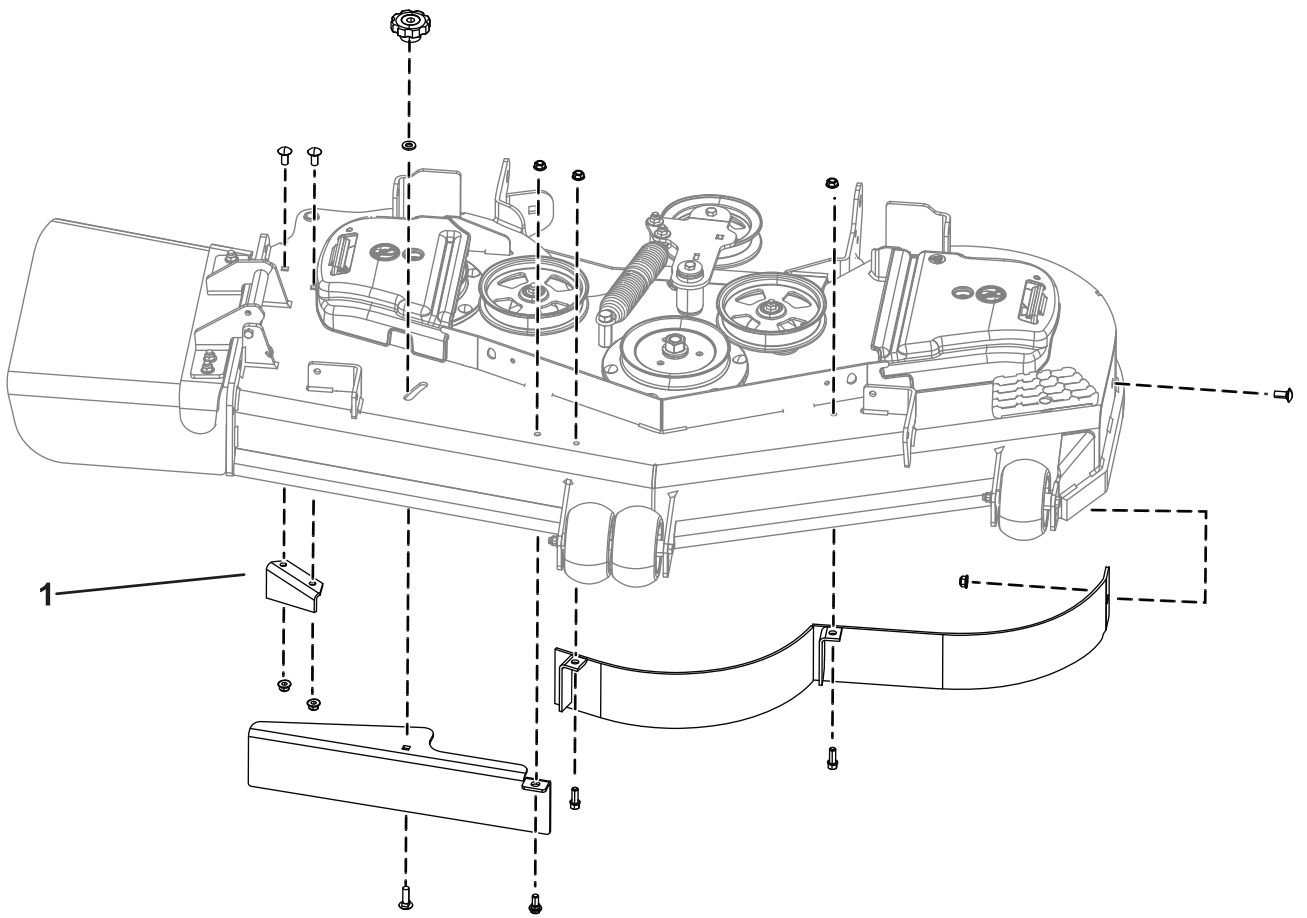

Figura 3
1. Retire las tuercas con arandela prensada que sujetan los deflectores en su sitio (Figura 3).
2. Retire el bloqueo de leva y la arandela desenroscándolos del deflector de flujo ajustable (Figura 3).
3. Retire los pernos que sujetan los deflectores en su sitio (Figura 3).
4. Después de retirar el deflector de descarga, vuelva a instalar las tuercas y los pernos en la carcasa de corte (Figura 3).